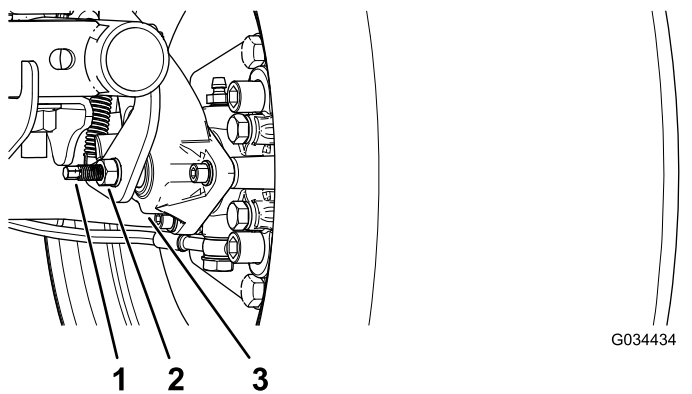

Figura 65
3. Usando 2 llaves, sujete el espárrago de ajuste de la pinza con una llave y afloje la contratuerca ¼ de vuelta con la otra llave (Figura 65).
4. Sujetando el espárrago de ajuste y la contratuerca para que no se muevan, gire el espárrago de ajuste hacia dentro para apretarlo (Figura 65).
5. Sujetando el espárrago de ajuste y la contratuerca para que no se muevan, afloje el espárrago ¼ de vuelta (Figura 65).
6. Sujetando el espárrago de ajuste y la contratuerca para que no se muevan, apriete la contratuerca (Figura 65).